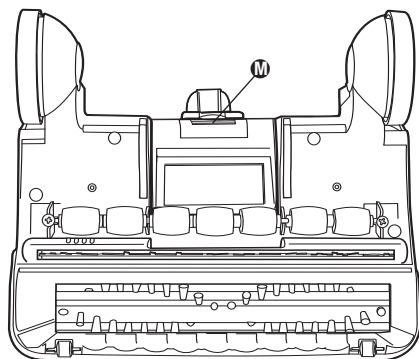

FIG. 10
Step 4: Flip vacuum over and inspect dirt channel in brushroll area. Open access door by pulling back on access door latch **(M)** and lifting up (FIG. 10), check for blockage. Remove any blockages with tool or coat hanger (FIG. 10). Close access door.
Paso 4: Invierta la aspiradora e inspeccione el canal de polvo en el área del cepillo giratorio. Abra la puerta de acceso jalando la traba de la puerta **(M)** hacia atrás y levantándola (FIG. 10) para verificar que no haya obstrucciones. Retire las obstrucciones con una herramienta o una percha (FIG. 10).